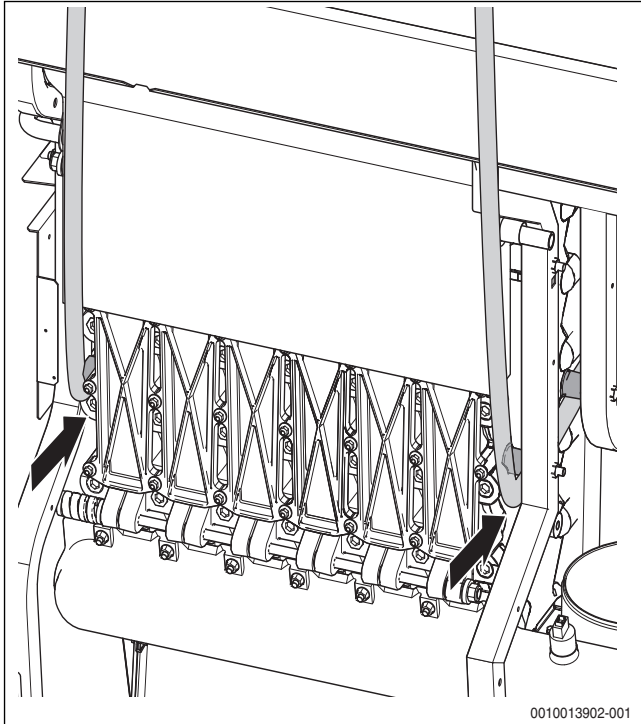

Рис. 5 Проводка строп через раму
- ▶ Пропустите стропы (петли) через раму котла (→ рис. 5).